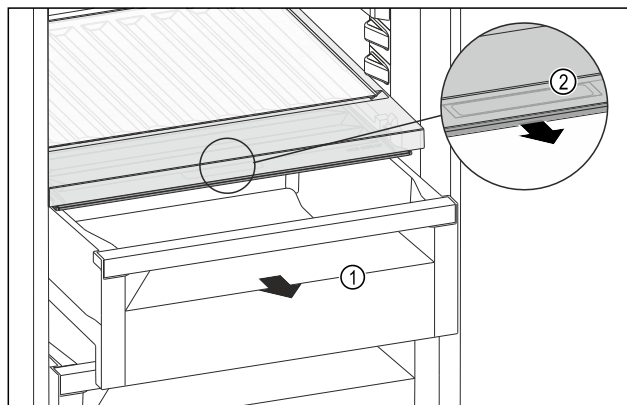

Fig. 120
- ▶ Vedä säilytyslokeron Fig. 120 (1) ulos.
- ▶ Tartu lokeron kannessa olevaan tartuntakohtaan Fig. 120 (2) ja vedä lokeron kantta samanaikaisesti eteenpäin.